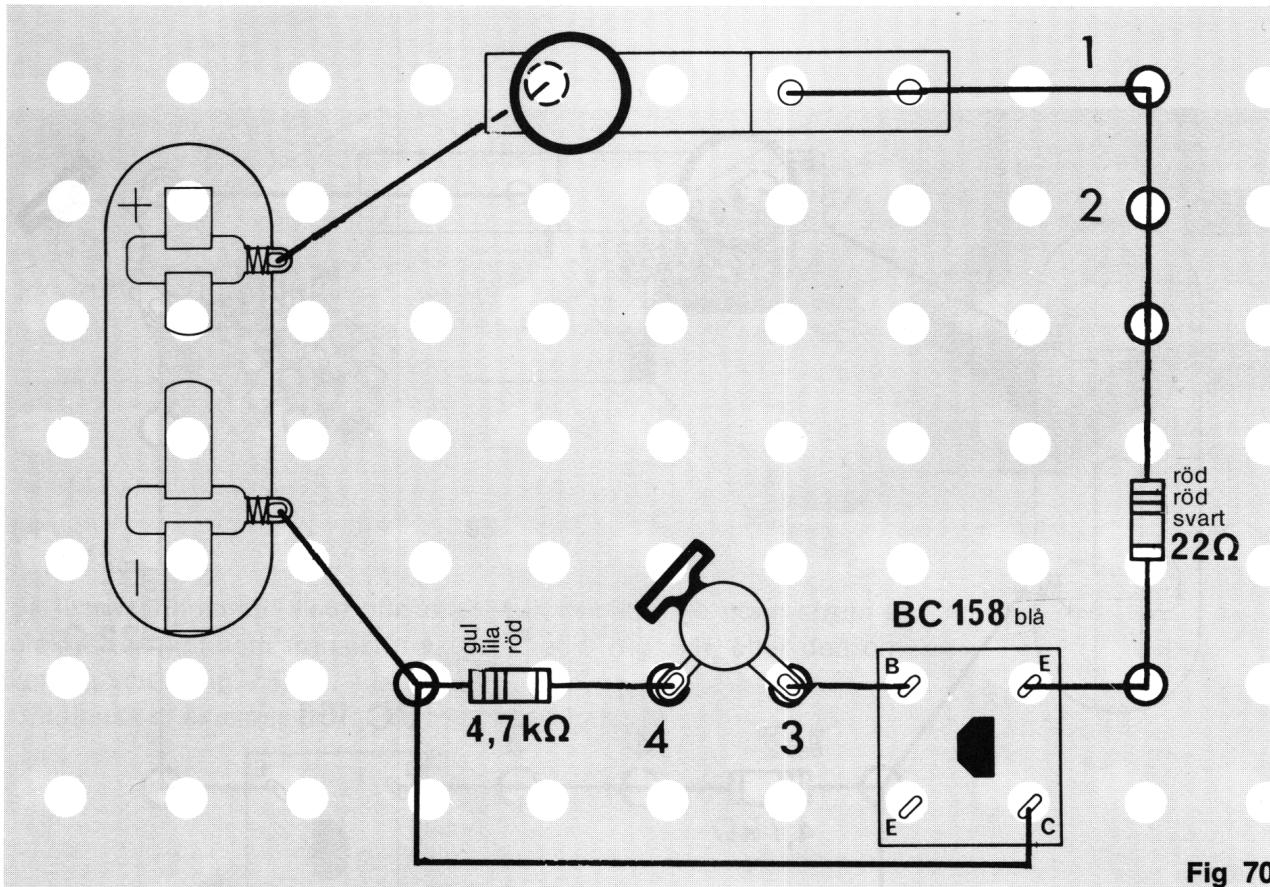

Fig 70
For å undersøke dette tar du bort ledningen mellom klemme 3 og 4, og monterer inn lampen istedenfor. Klemme 1 og 2 forbinder du med en ledning (fig. 70, 71). Merkelig! – Nå ble lampen mørk. Dersom strømmen som får lampen til å lyse, ikke går fra basis til emitter, så kan den jo bare gå fra kollektor (C) til emitter (E).